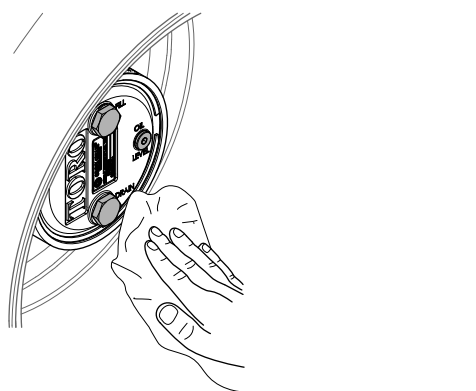

図 77
3. プラネタリハウジングとブレーキハウジングをきれいに拭く 図 77。